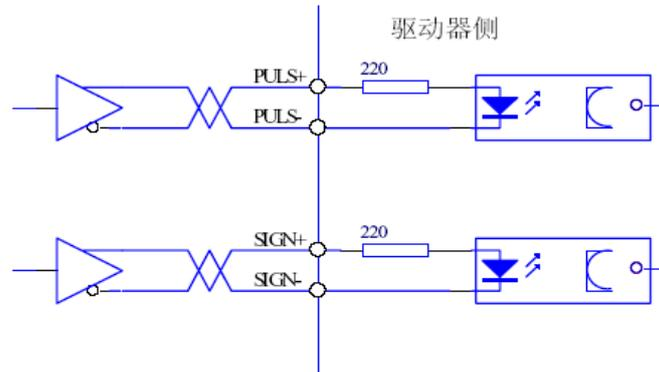

图 2-7a: Type3 脉冲量输入接口的差分驱动方式
- 1、为了正确地传送脉冲量数据，以及提高系统抗干扰能力，建议采用(图2-7a)差分驱动方式；